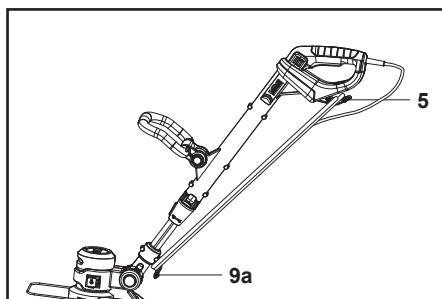

Fig. 30
5. Enrole o cabo de alimentação (3) ou o prolongador nos dois recipientes de cabos (5, 9a) e fixe-o com um grampo de cabo adequado (Fig. 30).